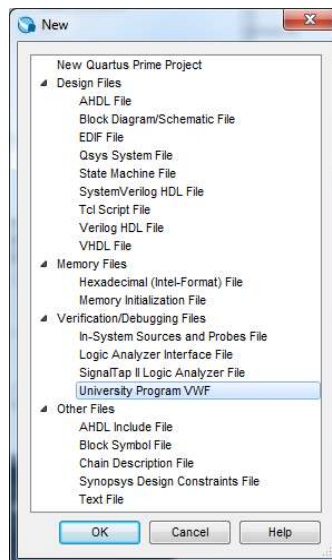

Figura 37 – Seleção do tipo de ficheiro a criar (University Program VWF).
7. Simule o comportamento da porta lógica que acabou de descrever, criando para tal um ficheiro VWF (menu “File→New”) (Figura 37).